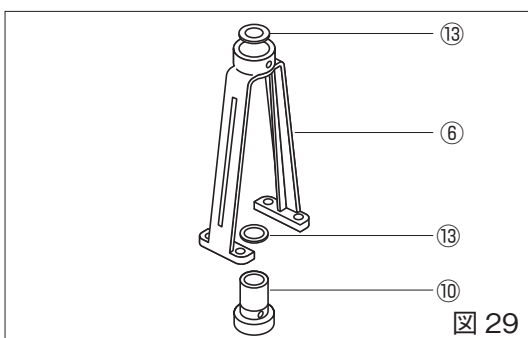

図 29
3. ヨークスリーブ⑩をヨーク⑥の内側より抜いて、スラストベアリング⑬を外してください。(図 29)